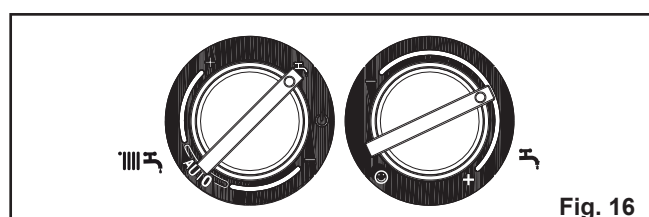
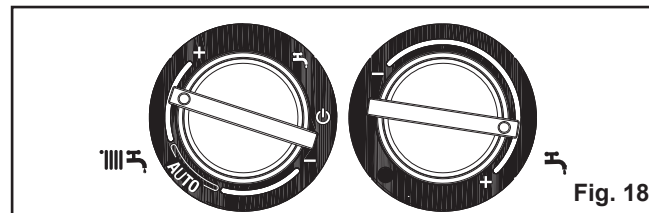

Fig. 16
Fig. 18
10. 第一次点火与调试 (Fig.7, Fig.16-Fig.18)
- 将模式选择旋钮置于夏季位置  (Fig.16);
- 将模式选择钮放于冬季位置 (); (Fig.18)